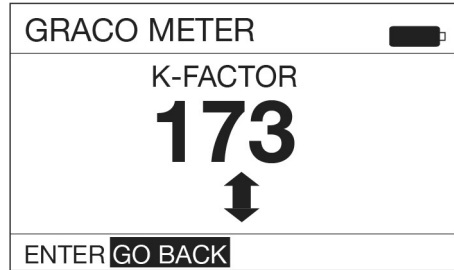

FIG. 28
8. Aparecerá la pantalla de ajuste del factor K que se muestra en la FIG. 28.